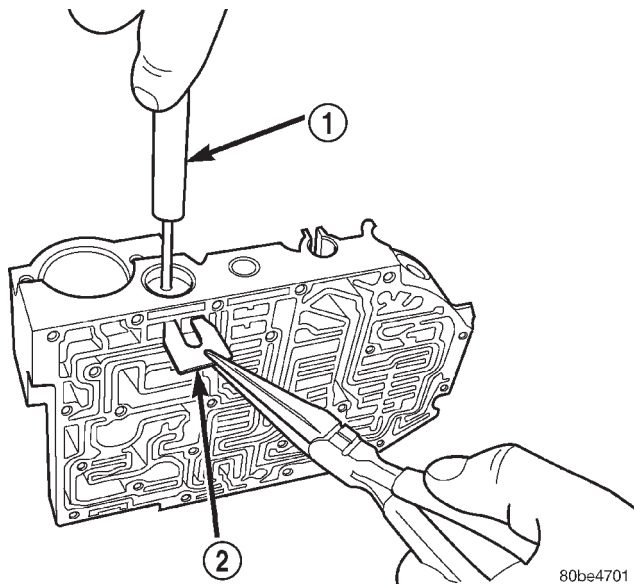

Fig. 332 Desmontaje del retén de muelle de válvula reguladora con la herramienta 6302
(14) Retire el retén de muelle de la válvula reguladora (Fig. 332).